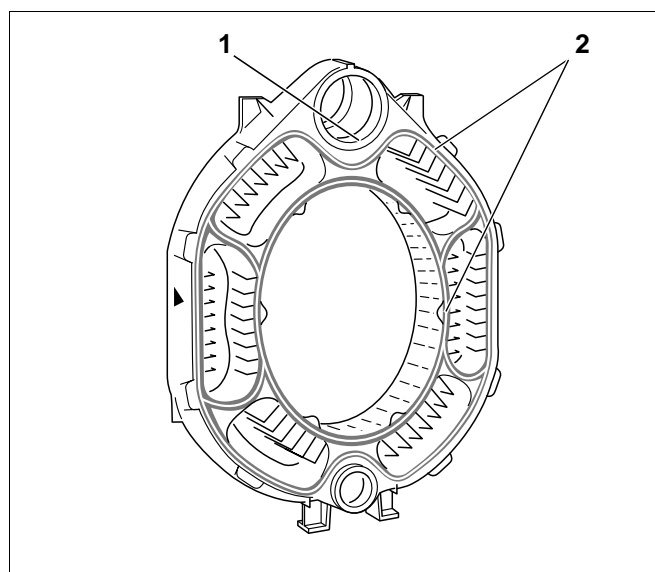

Fig. 12 Klargøring af mellemelementet
- Smør nippelgangenes tætningsflader med mønje (Fig. 12, **pos. 1**).
- Smør tætningsfjedrene med klæbemiddel (hæftegrund) (Fig. 12, **pos. 2**).